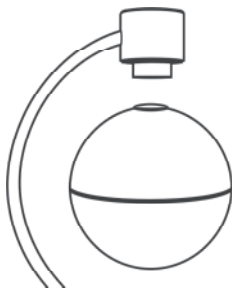

Fig.5
2. Tal vez sea para usted más sencillo guiar el globo terráqueo desde abajo a la posición correcta. Sostenga el globo terráqueo de nuevo con ambas manos, y los antebrazos apoyados. Sostenga el globo terráqueo (polo norte arriba, rotulación legible) unos 2 - 3 cm verticalmente debajo de la cabeza magnética superior (véase Fig. 5). Guíe ahora el globo lentamente, milímetro a milímetro, en sentido vertical hacia arriba a la cabeza magnética. A una distancia de unos 10 mm tendrá la impresión de percibir un tirón.